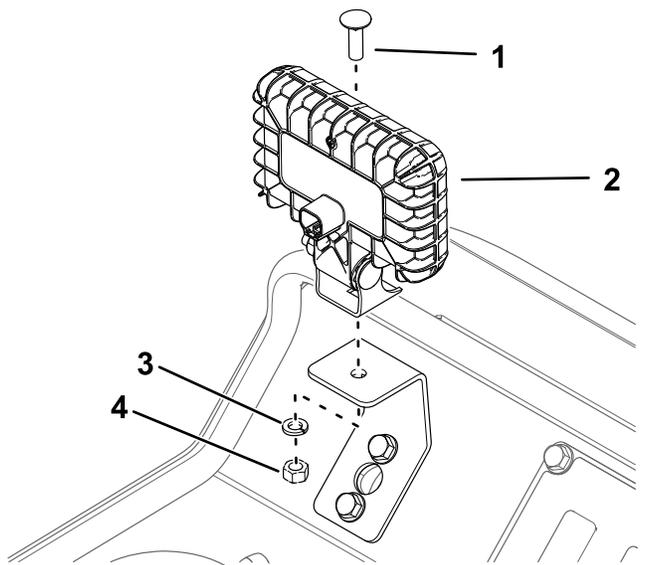

Рисунок 4
3. Отверните болт с шайбой и гайкой с фонаря и используйте их для крепления фонаря к кронштейну (Рисунок 4).